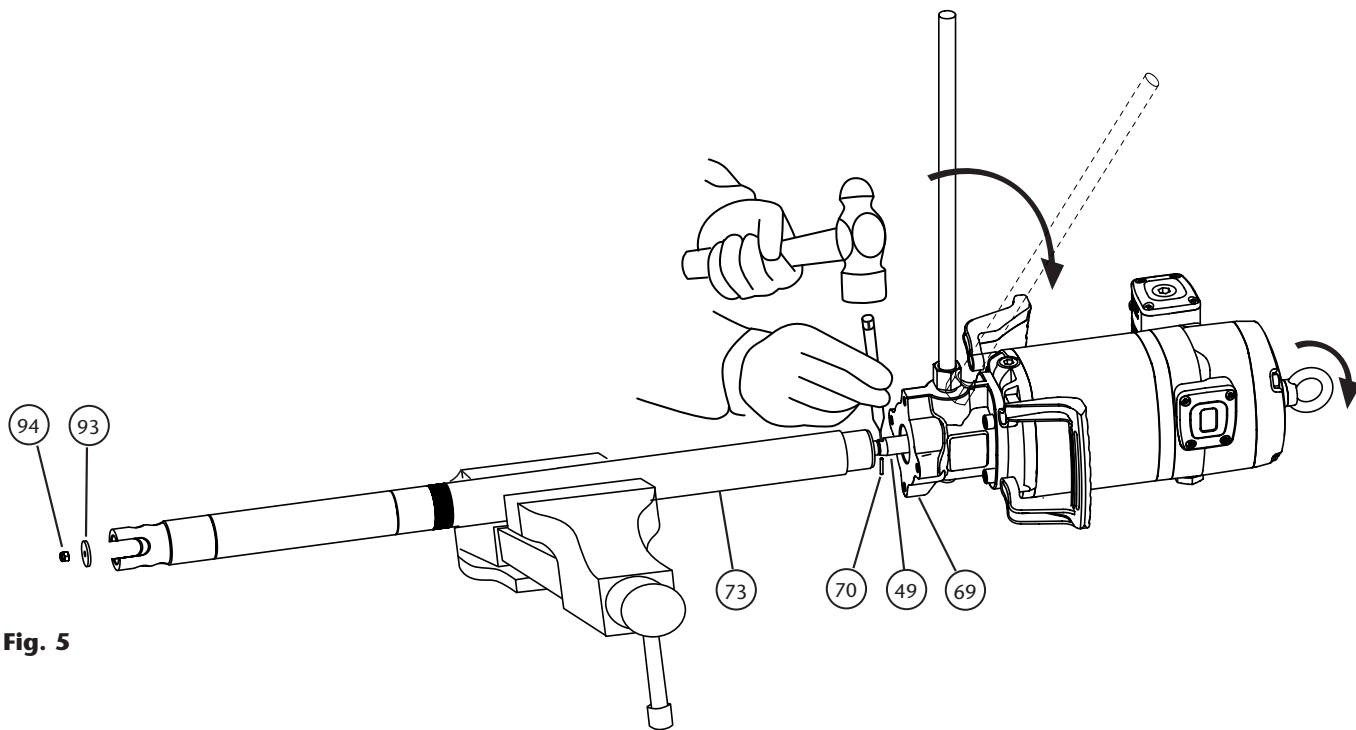

Fig. 5
1. Fix the pump in a vise in horizontal position (fig. 5). Gently tap the upper tube with a hammer (73) close to the body (69) in order to break the thread locker.
2. Unscrew the nut (94) and remove the primer (93).
4. Once unscrewed, pull the motor away until the elastic pin (70) into the rod (49) becomes visible. With a hammer and a suitable pin punch, eject the pin (70). The motor becomes loose.
1. Fije la bomba en posición horizontal en una mordaza (fig. 5). Dé unos golpes con un martillo en el tubo superior (73), cerca de la unión con el cuerpo (69) para romper el sellador de rosca.
2. Desenrosque la tuerca de cebador (94) y desmonte éste (93).
4. Una vez desenroscado, tire del motor hasta ver el pasador (70) del vástago (49). Con un martillo y un botador, saque el pasador (70). El motor queda suelto.